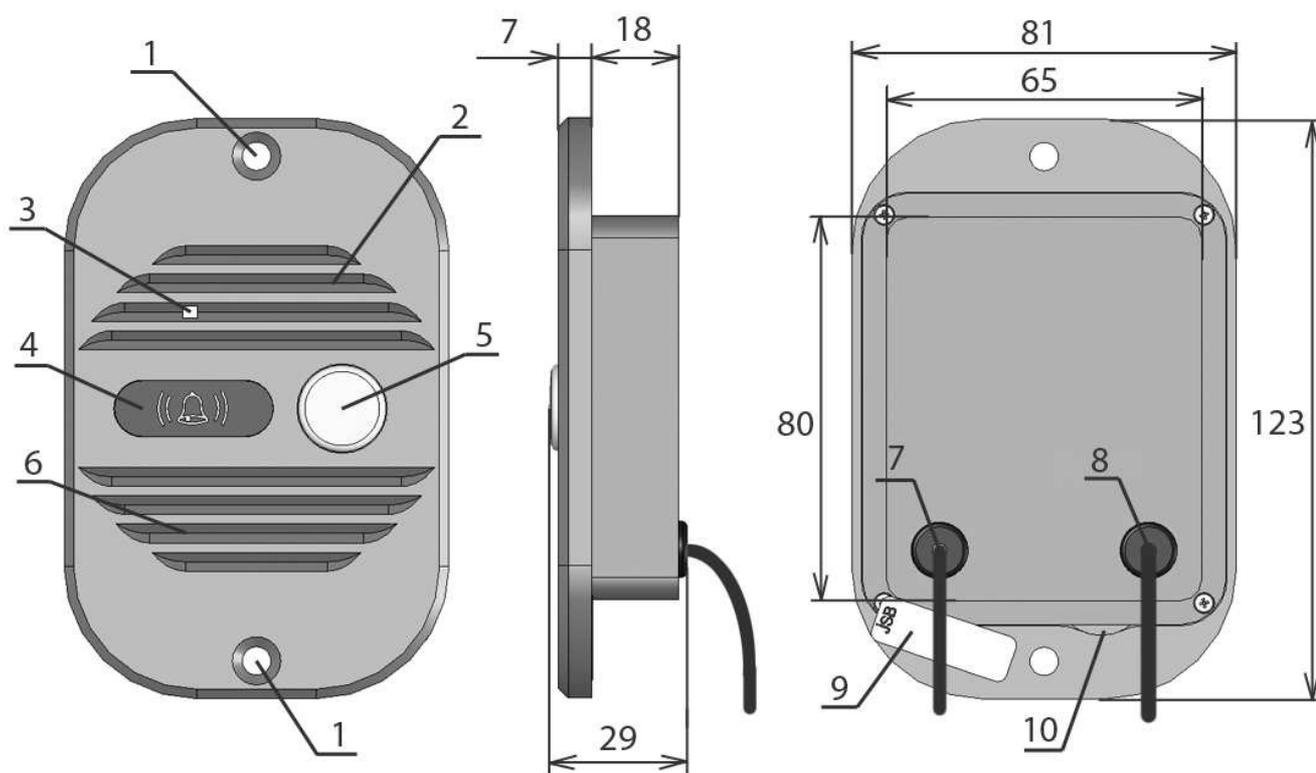

Рис. 1. Назначение основных узлов панели:
Внимание! При установке не следует герметизировать заднюю крышку вызывной панели, через водосток (10 на рис. 1) и зазоры в задней крышке стекает влага, попавшая в вызывную панель. Герметизация задней крышки приводит к накоплению влаги внутри панели и выходу панели из строя!
- 6) Нажмите кнопку открывания замка на мониторе. Вызывная панель должна показать открывание замка зуммером (короткий писк или серия писков) и светодиодом (короткое мигание) за защитным фильтром ИК-подсветки (4 на рис. 1), замок должен открыться.